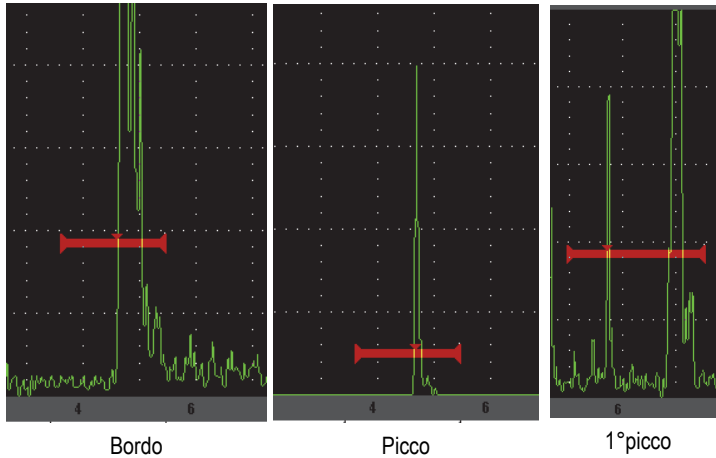

Figura 2-11 Attivazione della misura in modalità bordo, picco e 1°picco
- **Peak** (Picco): Acquisisce le misure in base al picco più alto nell'ambito dell'area del gate (non deve incrociare la soglia del gate) [vedi Figura 2-11 a pagina 50].
- **1stPeak** (1°picco): Acquisisce le misure in base al primo picco che incrocia la soglia del gate (vedi Figura 2-11 a pagina 50).
- **Edge (Bordo):** Acquisisce le misure in base alla posizione del primo punto che incrocia il segnale nel gate (vedi Figura 2-11 a pagina 50).